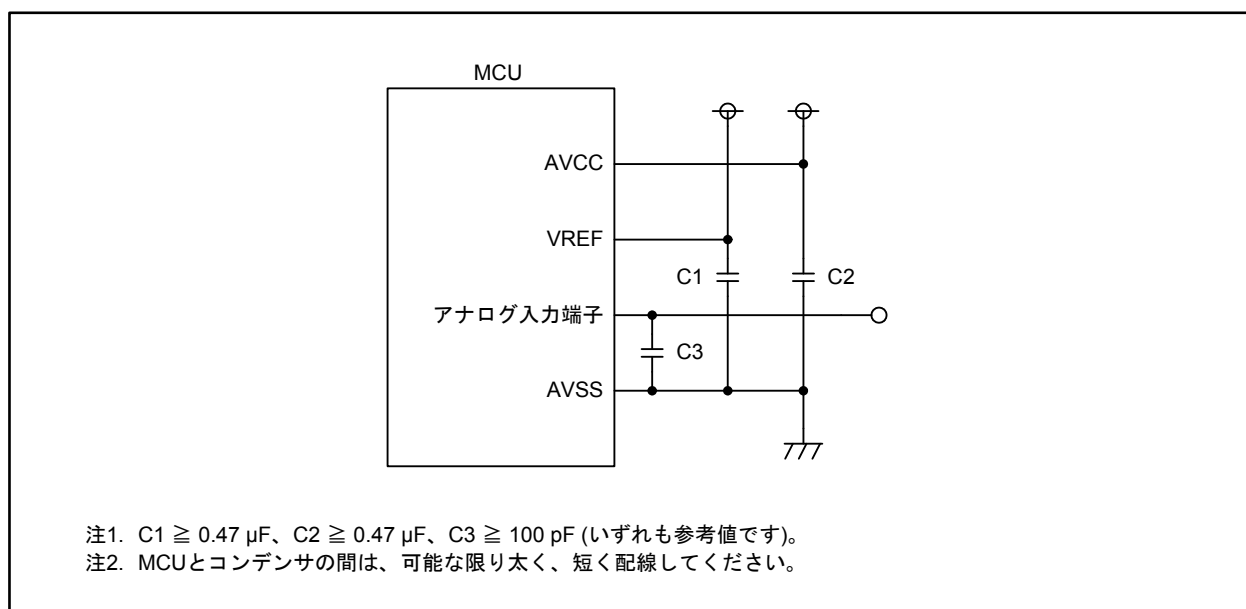

図 29.1 A/D関連端子の処理例
- ノイズによる誤動作やラッチアップの防止、または変換誤差の低減のため、AVCC端子、VREF端子、アナログ入力端子(AN_0~AN_7, AN0_0~AN0_7, AN2_0~AN2_7, AN15_0~AN15_7)とAVSS端子の間にそれぞれコンデンサを挿入してください。図 29.1に端子の処理例を示します。